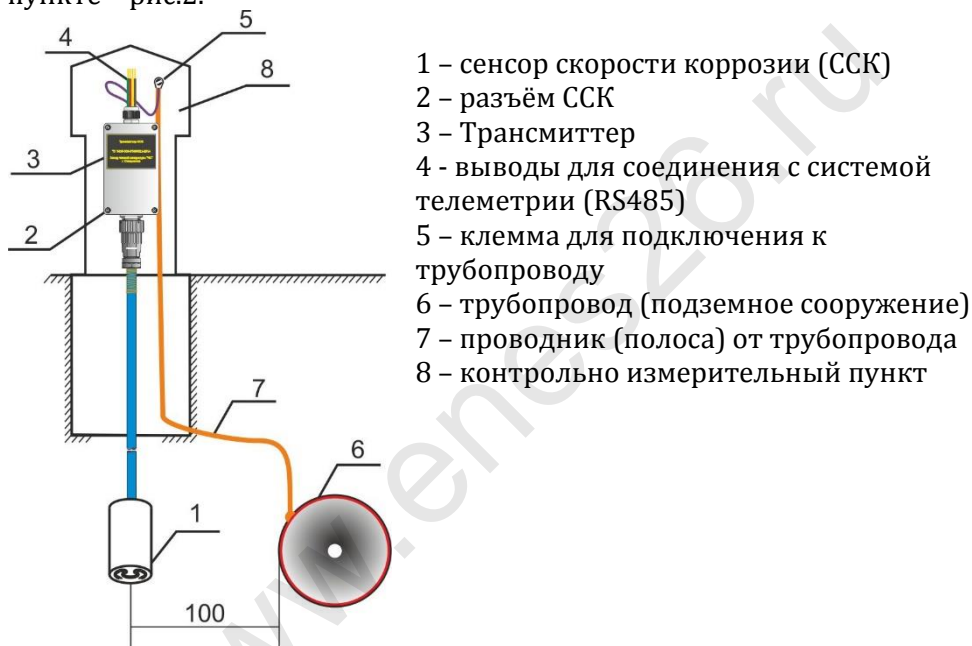

Рис. 2
7.1 Трансмиссер предназначен для размещения в закрытых помещениях (объемах) с естественной вентиляцией без искусственно регулируемых климатических условий, где колебания температуры и влажности воздуха и воздействие песка и пыли существенно меньше, чем на открытом воздухе, (категория размещения 3 по ГОСТ 15150-69). Рекомендуется размещать Трансмиссер в контрольно-измерительном пункте – рис.2.